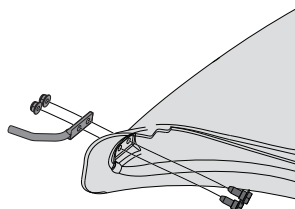

Figura 14
1. Desde el interior de la bota, coloque los dos tornillos de cabeza hexagonal (738-1225) a través de los orificios en la parte inferior delantera de la bota. Consulte la Figura 14.
2. Coloque la varilla de montaje (747-06043) en su lugar sobre los tornillos de cabeza hexagonal. Asegúrese de que la punta de la varilla esté hacia afuera desde la bota. Consulte la Figura 14.
3. Comience a enroscar las tuercas de seguridad de la brida (712-04064) en los tornillos de cabeza hexagonal. Consulte la Figura 14.